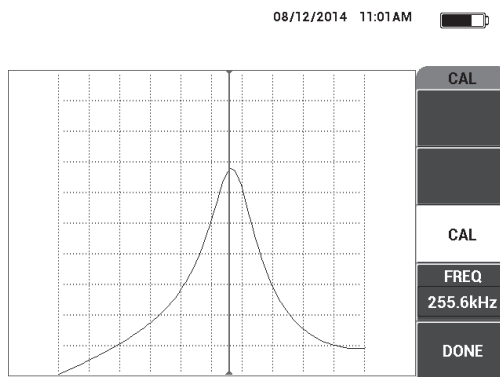

Рис. 6-39 Экран калибровки CAL
6. Нажмите **ГОТОВО** (клавиша E) [см. Рис. 6-39 на стр. 161].